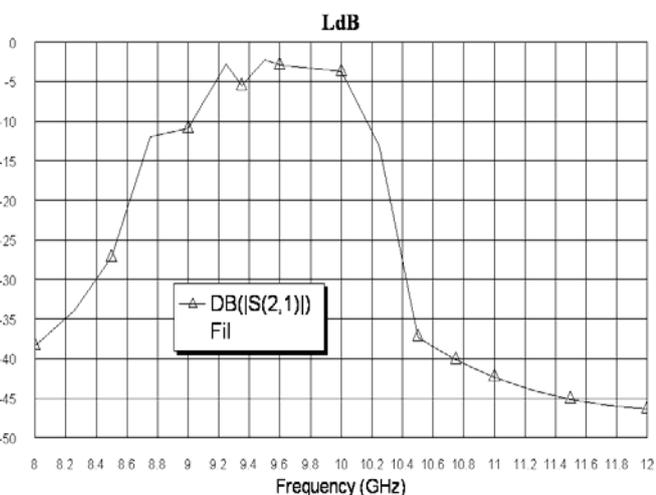

Рис. 3.69
4. Щёлкните по значку **Analyze** на панели инструментов. Щёлкните правой кнопкой по графику и выберите **Properties**. В открывшемся окне **Rectangular Plot Properties** на вкладке **Axes** для оси x снимите “галочку” в **Auto divs** и в поле **Step** введите шаг по частоте **0.2**. Для оси **Left 1** снимите “галочку” в **Auto limits**, введите в поле **Min** введите **-50** и в поле **Max** введите **0**, снимите “галочку” в **Auto divs** и в поле **Step** введите **5**. На вкладке **Fonts** щёлкните по кнопке **Axis numbers**, в открывшемся окне **Шрифт** выберите шрифт **Arial**, начертание **обычный** и размер **14**, нажмите **OK**. В окне **Rectangular Plot Properties** нажмите **Apply** и **OK**. Полученный график показан на рис. 3.69.